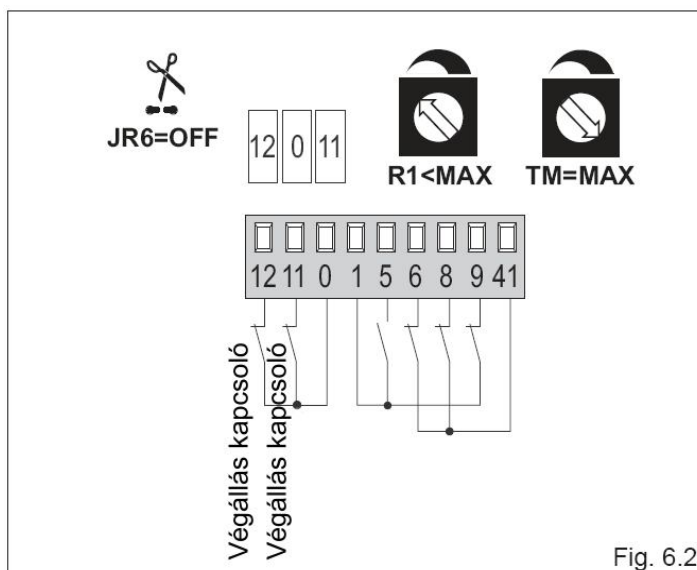

Fig. 6.2
- (Fig. 6.2) Kösse az N.C. nyitó és záró végállás kapcsolókat a 0-11-12 pontokhoz.